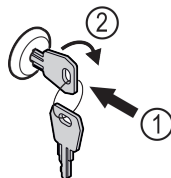

Fig. 240
- Vstavite ključ. Fig. 240 (1)
- Ključ obrnite v smeri urnih kazalcev za 90°. Fig. 240 (2)